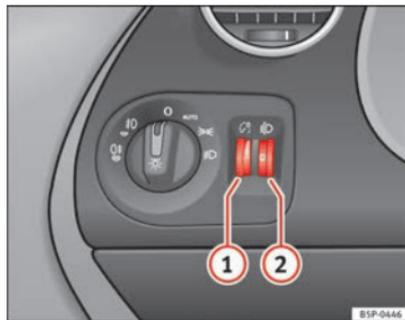

Fig. 72 Painel de instrumentos: reguladores da iluminação dos instrumentos, dos comandos do alcance dos faróis
Com a luz acesa, é possível regular a intensidade da iluminação dos instrumentos e dos interruptores, rodando a roda recartilhada ⇒ Fig. 72 ①.